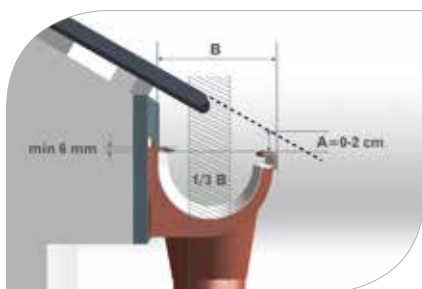

рис. 1
- 1.3 Желоб должен выходить за пределы ската крыши, по меньшей мере на половину своего диаметра, и в то же время он не должен выступать за линию, являющуюся продолжением крыши (**рис. 1**)